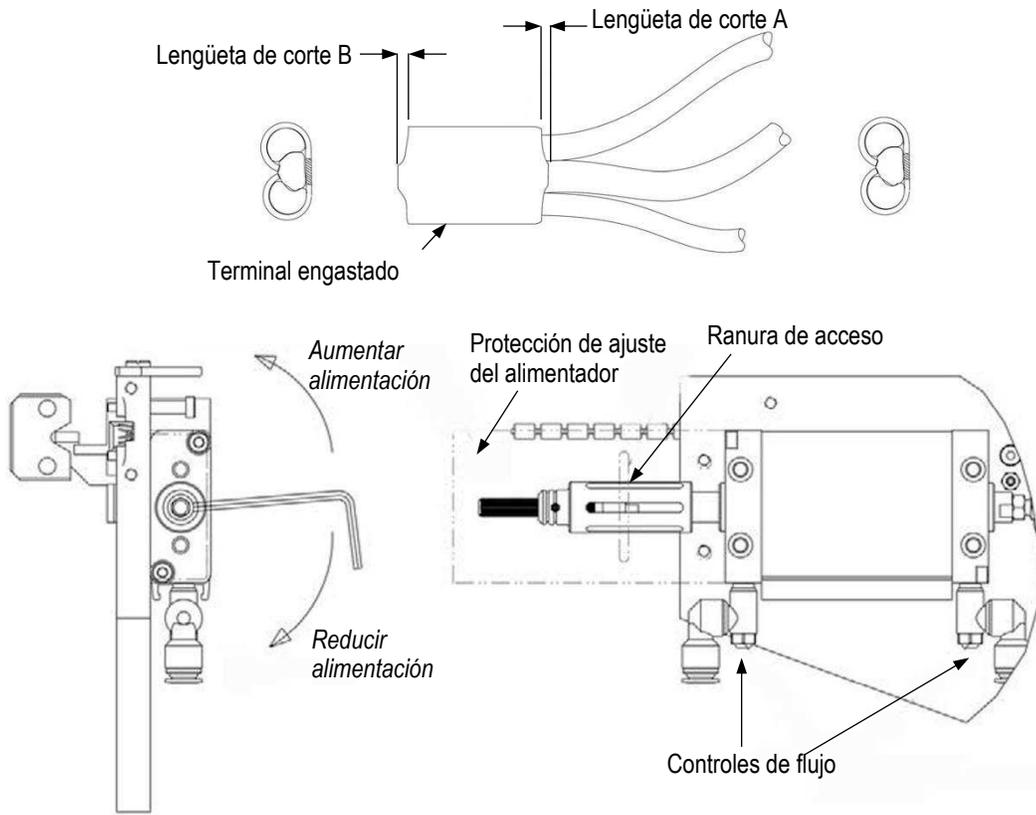

Figura 20
2. Inserte una llave hexagonal de 3 mm o un destornillador de tamaño similar a través de la ranura de acceso de la protección trasera de alimentación, hasta la ranura de la rueda de ajuste (consulte la Figura 20).
3. Gire la rueda de ajuste en la dirección deseada para aumentar o reducir la distancia de alimentación (consulte la Figura 20).